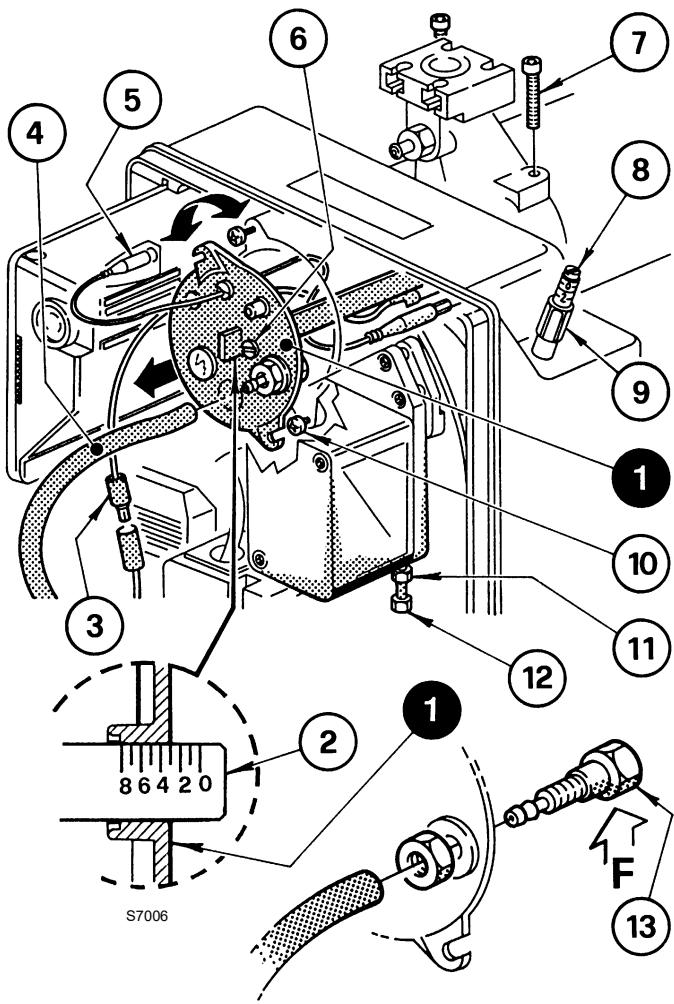

Abb. 12
Sie erfolgt, indem die Stellschraube 6)(Abb. 12) im oder gegen den Uhrzeigersinn gedreht wird, bis die Raste am Stellbügel 2) mit der Außenfläche des Kopfblocks 1) übereinstimmt.
In Abb. 12 ist der Stellbügel für den Kopf auf die Raste 3 geeicht.
- die Verbindungen 3) und 5)(Abb. 12) trennen;
- die Schrauben 7) lösen und den Kopfblockhalter 1)(Abb. 12) mit einer leichten Rechtsdrehung herausziehen.
Für den Wiedereinbau die obigen Angaben in umgekehrter Weise ausführen und den Kopfblock 1)(Abb. 12) wieder an seinem ursprünglichen Platz anbringen.
Die Schrauben 7)(Abb. 12) bis zum Anschlag ein-drehen, aber nicht festziehen. Mit einem Anzugs-moment von 3 - 4 Nm festziehen.
Sollte sich der Druckanschluss 13)(Abb. 12) zu-fällig lokkern, muss dieser richtig befestigt wer-den, wobei sicher zu stellen ist, dass das Loch (F) an der inneren Seite des Kopfblocks 1)(Abb. 12) nach unten gerichtet ist.